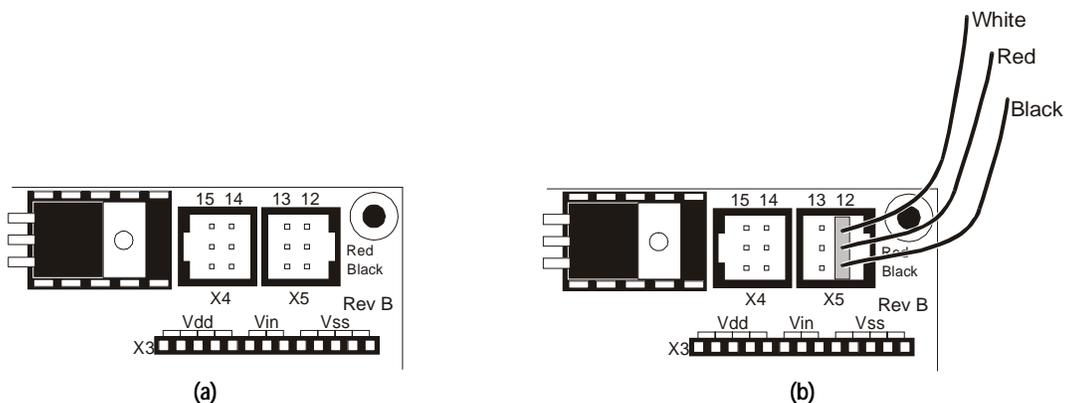

Figura 1.14: Puertos de Servos de la BOE Rev B (a) antes y (b) después de conectar un servo.
La Figura 1.14 (a) muestra un acercamiento de los puertos de los servos de la Rev B BOE. Los números en la parte superior indican el número de puerto. Si conecta un servo en el Puerto 12, significa que la línea de control del servo está conectada al pin de E/S P12. La línea que conecta a P12 es un trazo metálico en la BOE que une el pin superior del puerto del servo con el pin de entrada salida P12 del BASIC Stamp. Los rótulos del costado derecho de los puertos para servos están para asegurarse que los conecte en el sentido correcto. La Figura 1.14 (b) muestra un servo conectado al puerto 12 de forma que el cable negro (black) coincida con el rótulo black y que el cable rojo (red) coincida con el rótulo red. Aunque en la Figura 1.14 (b) el tercer cable aparece rotulado como "white" (blanco), este también puede ser amarillo (yellow).
- ❑ Conecte el servo usando la Figura 1.14 como guía.